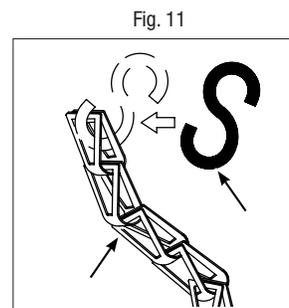

Fig. 11
3. Insérez le crochet en S dans le trou central de la dernière maille de la chaîne puis fermez à l'aide de pinces (Fig. 11).